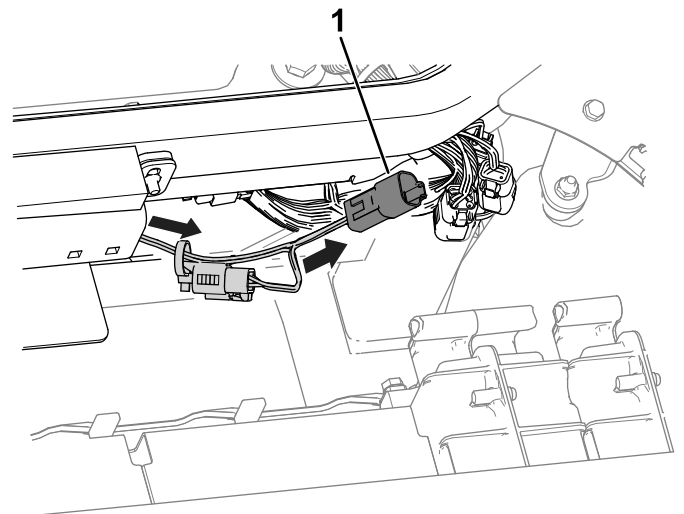

Bild 4
5. Führen Sie den Kabelbaumstrang (Bild 4) zu den Anschlüssen oberhalb des Hydraulikbehälterdeckels und schließen Sie ihn an den Kabelbaumanschluss der Maschine mit der Bezeichnung DRIVING LIGHT KIT POWER an.